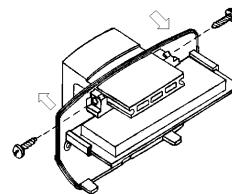

Рис.3
- Снимите основание корпуса с кронштейна, предварительно ослабив винты, крепящие кронштейн к основанию (рис.3).
- Установите основание с печатной платой на кронштейн на таком расстоянии от стены, чтобы карнизы не загораживали зону обнаружения. Фиксация положения основания на кронштейне осуществляется с помощью винтов (рис.3).